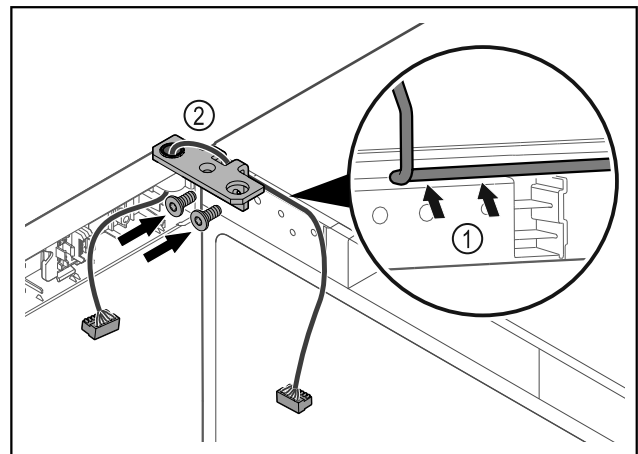

Fig. 57
- Vie kaapeli saranakulman aukon läpi ja aseta se varovasti paikalleen Fig. 57 (1).
- Kiinnitä saranakulma Fig. 57 (2) ruuveilla paikalleen.